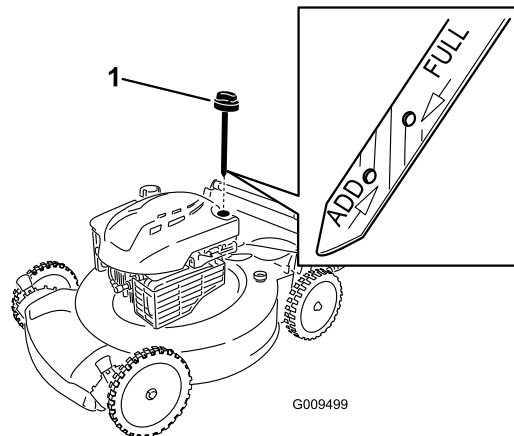

Рисунок 17
2. Извлеките масломерный щуп (Рисунок 17).
4. Медленно заливайте масло в маслозаливной патрубкок до тех пор, пока уровень масла не достигнет отметки **Full (ЗАПОЛНЕНО)** на масломерном щупе (Рисунок 17). **Не допускайте переполнения картера.** Макс. объем масла: 0,59 л, тип: автомобильное моющее масло (SAE 30), имеющее классификацию API: SF, SG, SH, SJ, SL и выше.